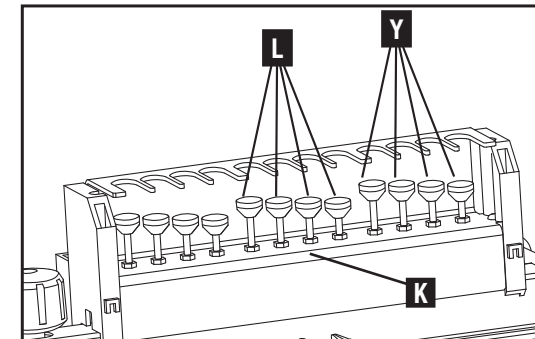

Fig. H9
- * Pour le système OMNIJIG® de 406 mm [16 po] avec le gabarit standard à queues d'aronde demi-cachées/queues d'aronde coniques sur chant, régler la profondeur de la fraise avec les guides de profondeur du gabarit à queues d'aronde coniques sur chant comme montré en (L), fig. H9. Utiliser l'étiquette en (K) pour sélectionner le guide (L) à utiliser selon le jeu de fraise et guide de gabarit correspondant.
- * Dans le cas du système OMNIJIG® de 610 mm [24 po] avec le gabarit à queues d'aronde demi-cachées/queues d'aronde coniques sur chant, utiliser alors les guides de profondeur comme montré en (Y). Voici les guides qui se règlent par l'utilisateur selon les directives incluses inscrites à l'annexe. Relever la fraise avant de déposer la toupie sur le guide de profondeur. Abaisser lentement la fraise sur le guide. La profondeur de coupe est réglée lorsque la fraise touche à peine le guide.